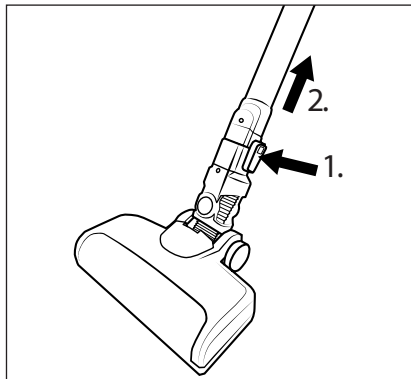

Fig. 12
- ♦ For at fjerne gulvbørsten **22** fra sugerøret **24**, skal du trykke på oplåsningsknappen til gulvbørsten **23** og holde den nede og tage sugerøret **24** ud af gulvbørsten **22** (se fig. 12).